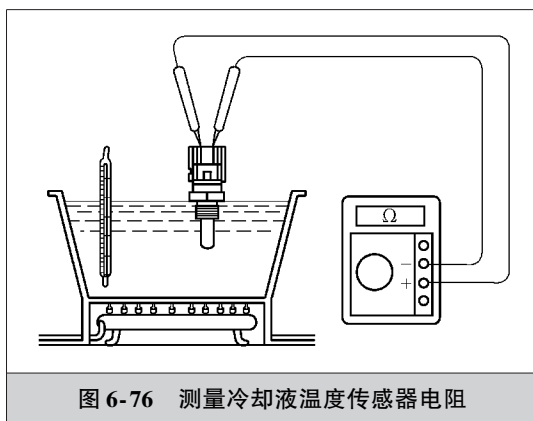

图 6-76 测量冷却液温度传感器电阻
2) 车下检查。拔下冷却液温度传感器导线插接器，然后从发动机上拆下传感器。如图 6-76 所示，将该传感器置于烧杯内的水中，加热杯中的水，同时用万用表欧姆档测量在不同水温条件下冷却液温度传感器两接线端子间的电阻值。将测得的值与标准值对比。如果不符合标准，则应更换冷却液温度传感器。